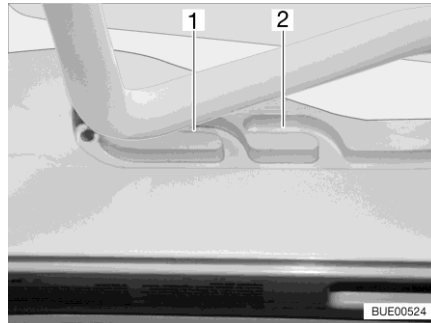
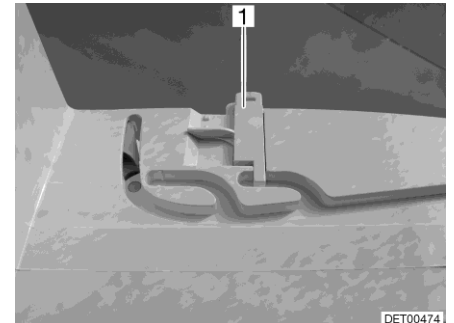

Bild 117 Spår (ventilationsläge)
Bild 118 Lås (ventilationsläge)
Heki-takluckan kan ställas i två ventilationslägen: Läget för dåligt väder (Bild 117,1) och mittläget (Bild 117,2). Beroende på modell kan takluckan låsas i mittläget med de båda spärrarna (Bild 118,1) till höger och vänster om ramen till takluckan.
- Tryck bygeln lätt uppåt och skjut in den i det valda spåret (Bild 117,1 eller 2) och lås eventuellt.